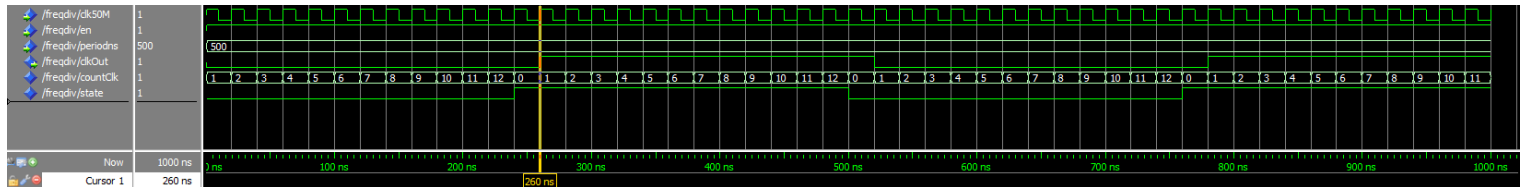

Abbildung 11: Simulation eine 500ns-Period-Signal mit dem Frequenzteiler
2. Ergebnis (Siehe Abbildung 11)